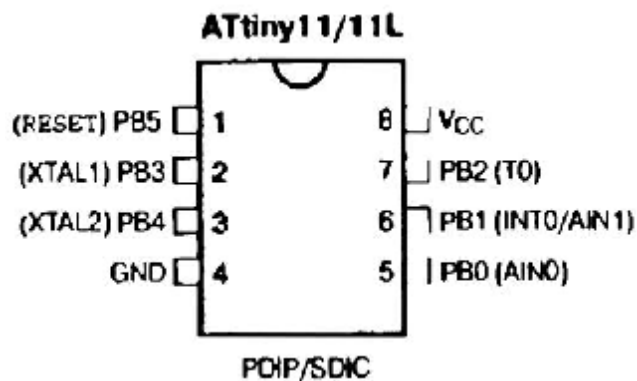

Рис. 1.2. Расположение выводов (вид сверху) моделей ATtiny11/11L
- ATtiny1 1, ATtiny 11L (**Рис. 1.2**) имеют FLASH-память программ объемом 1 Кбайт. Максимальное количество контактов ввода/вывода равно 6 (вывод 1 может использоваться только как входной);